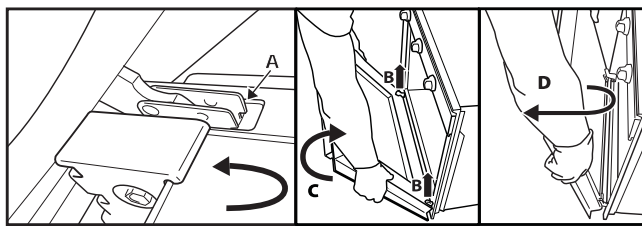

Fig.2
3. Stäng luckan till spärren (A), lyft den (B) och vrid runt den (C) tills den lossnar (D) (fig. 2).